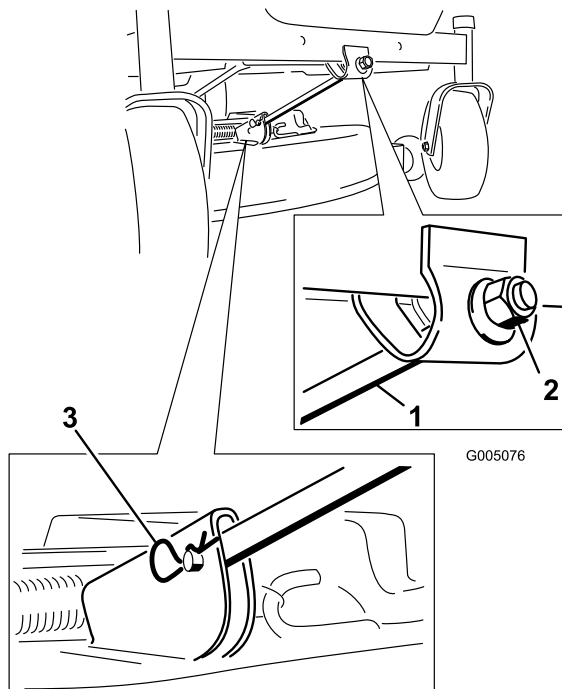

Figure 44
4. Enlevez la goupille fendue et les axes de chapes de la tige de support avant (Figure 44).
- Fixez la tige de support avant au plateau de coupe à l'aide de l'axe de chape et de la goupille fendue (Figure 44).